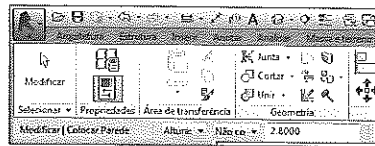
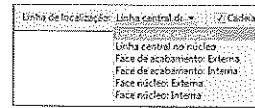

Figura 5.5 – Barra de opções - Altura = Não conectado.
Figura 5.7 – Seleção da posição da linha para traçar a parede.
- Na barra de opções, define-se a altura da parede no campo **Altura** da seguinte forma: se selecionar **Altura: Não conectado**, digite o valor no campo que fica ao lado, que deve ser 2.8 (ele será permanente), Figura 5.5. Você também pode selecionar um pavimento para definir a altura, então a parede sempre vai se ajustar à altura do pavimento selecionado. Em seguida, defina a posição da linha que traça a parede por um dos lados em **Linha de localização**, conforme as opções da Figura 5.7.